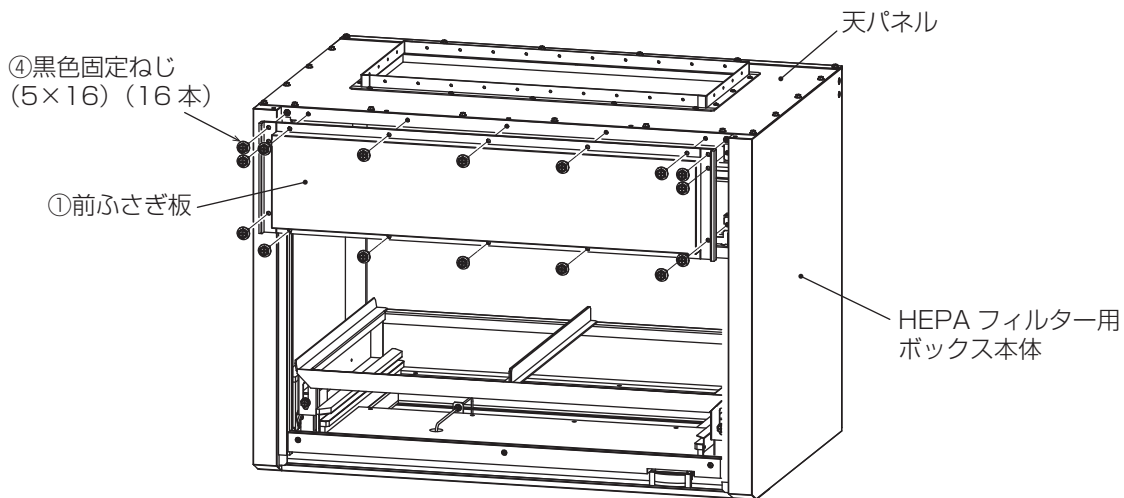

図4
3. ②アタッチメントと③天ダクトフランジを取付けた天パネルを HEPA フィルター用ボックス本体の元の位置に戻し、外したねじ (5 × 10 ねじ 12 本) で固定する。・・・図4
4. ①前ふさぎ板をボックス本体のルーバー組立があった位置にねじ穴を合わせながら押し込み、④黒色固定ねじ (16 本) で固定する。・・・図4